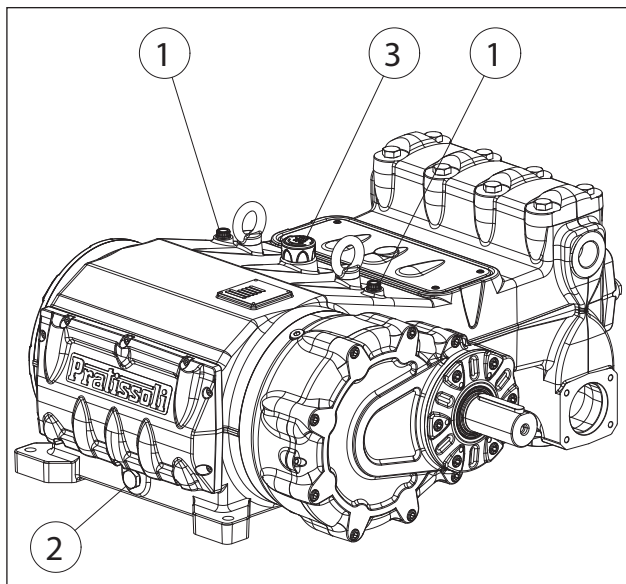

Abb. 3
Überprüfen Sie den Ölstand über die Messstäbe mit min. sowie max. Markierungen ①, Abb. 3.
Füllen Sie bei Bedarf über den Ölverschluss ③, Abb. 3 nach.
Die Ölstandskontrolle hat mit der Pumpe auf Umgebungstemperatur zu erfolgen, für den Ölwechsel soll die Pumpe dagegen auf Betriebstemperatur sein. Entfernen Sie dazu den Verschluss Pos. ②, Abb. 3.